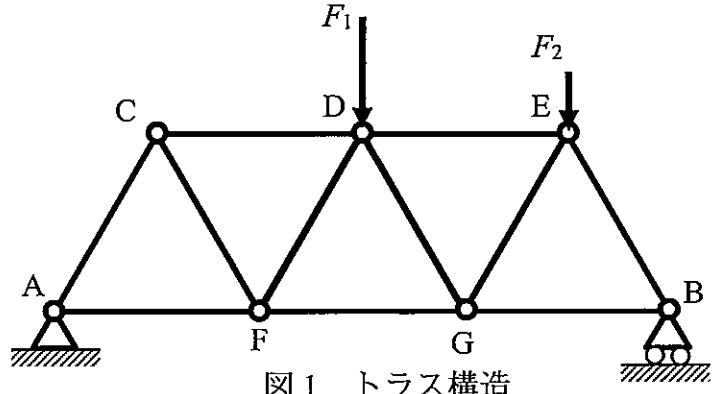

図1 トラス構造
- (1) 図1のような外力を受ける静定トラスにおいて、支持点AとBのそれぞれが垂直上方向に3kN、5kNの反力を支えている。 F_1 が5kNのとき、 F_2 は何kNになるか。なお、トラスは正三角形で構成されている。